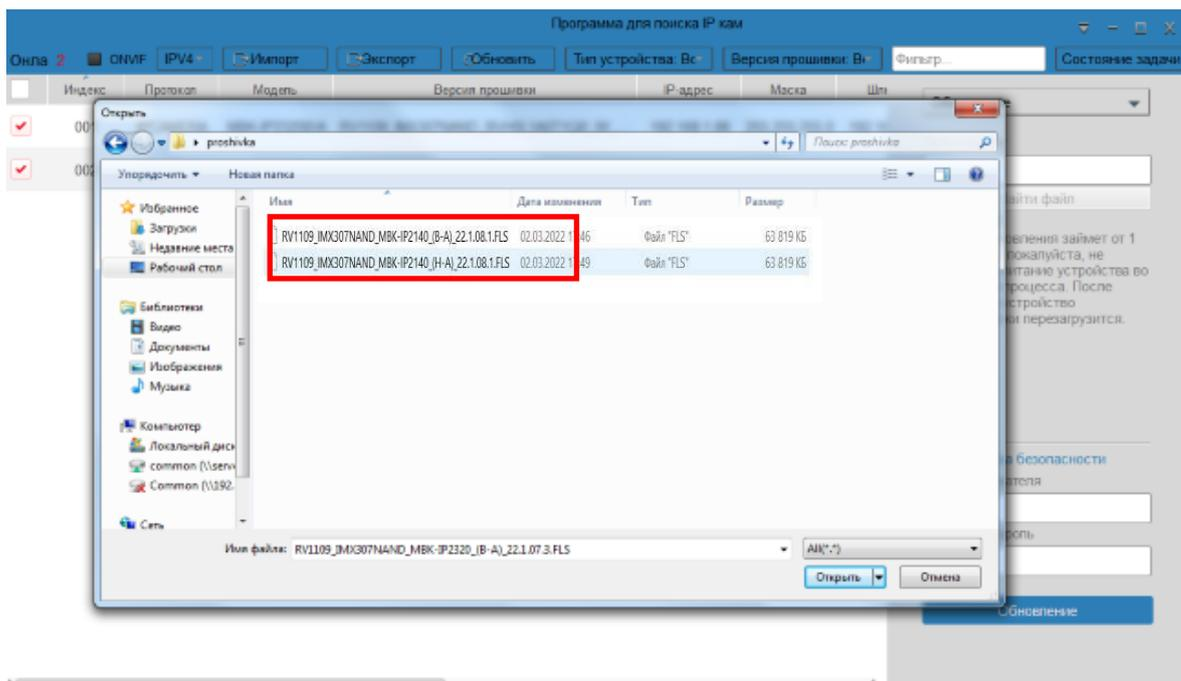

Рисунок 6
2.17. В появившемся окне указать путь к файлу прошивки (рисунок 6).